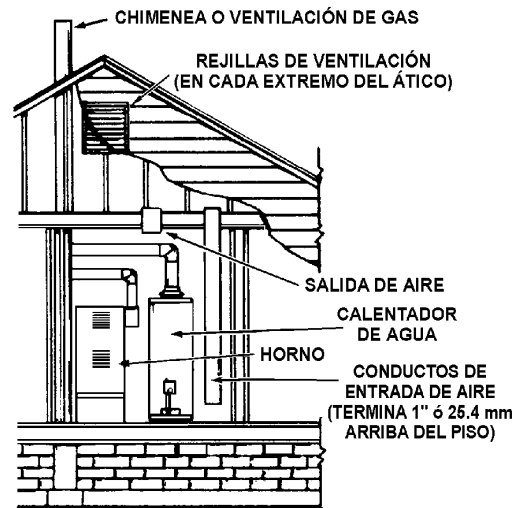

FIGURA 7.
2. Cuando la comunicación con el exterior es a través de conductos verticales, cada abertura debe tener un área libre mínima de 1 pulgada cuadrada por 4,000 Btu por hora ($5.5 \text{ cm}^2/\text{kW}$) del aporte total de todos los aparatos instalados en ese espacio (ver Figura 7).